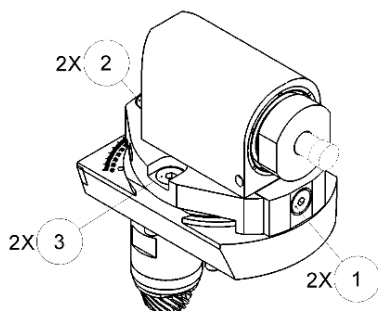
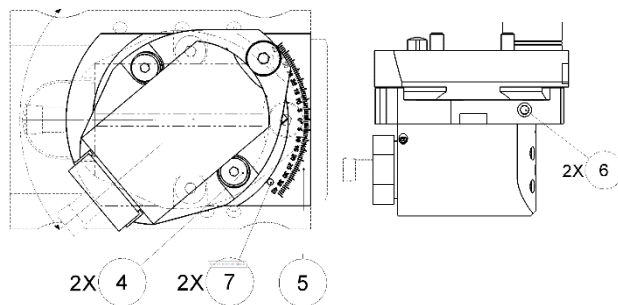

Figure 1
Figure 2
Pour fixer le porte outil (fig.1, pos. 1), enlevez préalablement les deux bouchons (fig. 1 pos. 3).
Desserrer légèrement les deux vis (fig. 1 pos. 1 et 2). Puis, à l'aide de la vis de réglage (fig 2, pos. 6) (cette vis est réglable depuis les deux côtés du porte-outil), incliner le porte outil à 40° jusqu'à avoir l'accès aux deux vis (fig. 2, pos. 4).
Positionner le porte-outil dans la machine et serrer les deux vis (fig. 2, pos. 4) au couple recommandé.
Visser les deux bouchons (fig. 1, pos. 3)
Régler l'angle à l'aide la vis de réglage, 16° max, lors d'un réglage à 15 degrés, aidez-vous de la goupille en sachet. La placer dans une des deux positions prévues à cet effet (fig. 2 pos. 7) et appuyer la plaque pivotante contre afin de garantir les 15°. Régler les offsets.